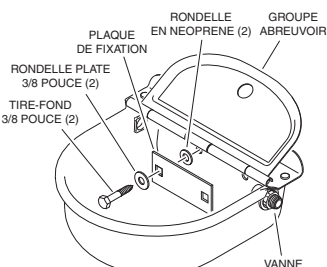

Figure 2
5. Mettez l'abrevoir en place suivant l'illustration (voir Figure 2 ou 3).